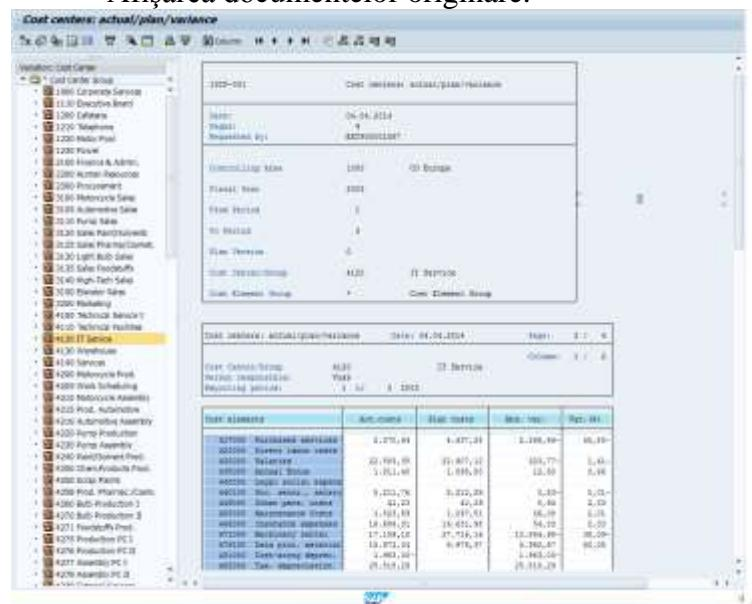
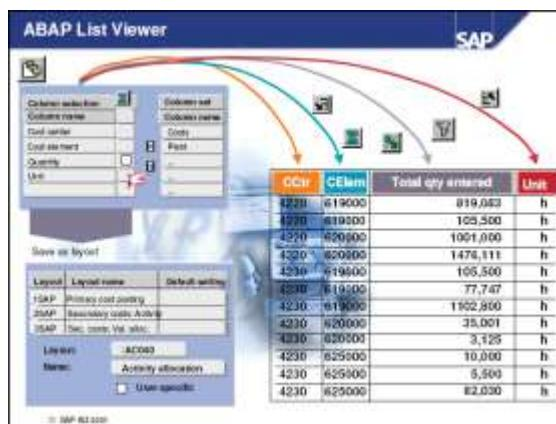

Figura 58: Exemplu Raport (Copyright SAP AG)
Figura 57: ALV
**ALV (ABAP List Viewer)** standardizează și simplifică listările (Figura 57) în SAP (de exemplu, List Viewer este utilizat în CO pentru raportări ale liniilor de detaliu) și este indicat pentru toate tipurile de rapoarte bazate-pe-liste. Se poate alege între diverse variante standard de afișare a liniilor de detaliu sau pot crea formate proprii de rapoarte. La rularea unui raport linie de detaliu sunt disponibile o multitudine de opțiuni de afișare (Figura 58) ca: